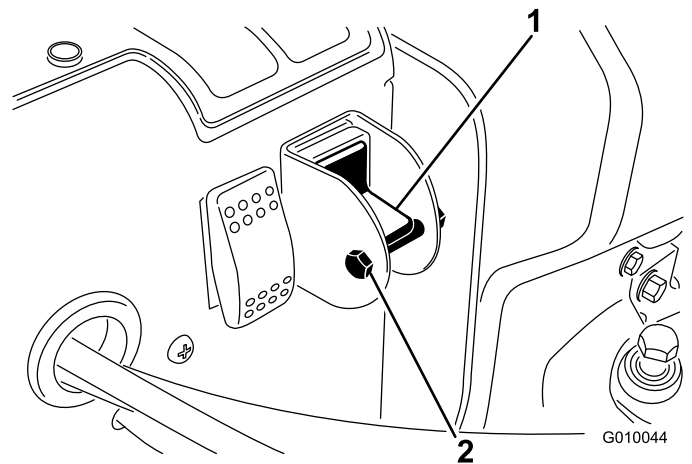

Figure 30
3. Retirez le boulon de blocage et l'écrou du sélecteur (Figure 30).